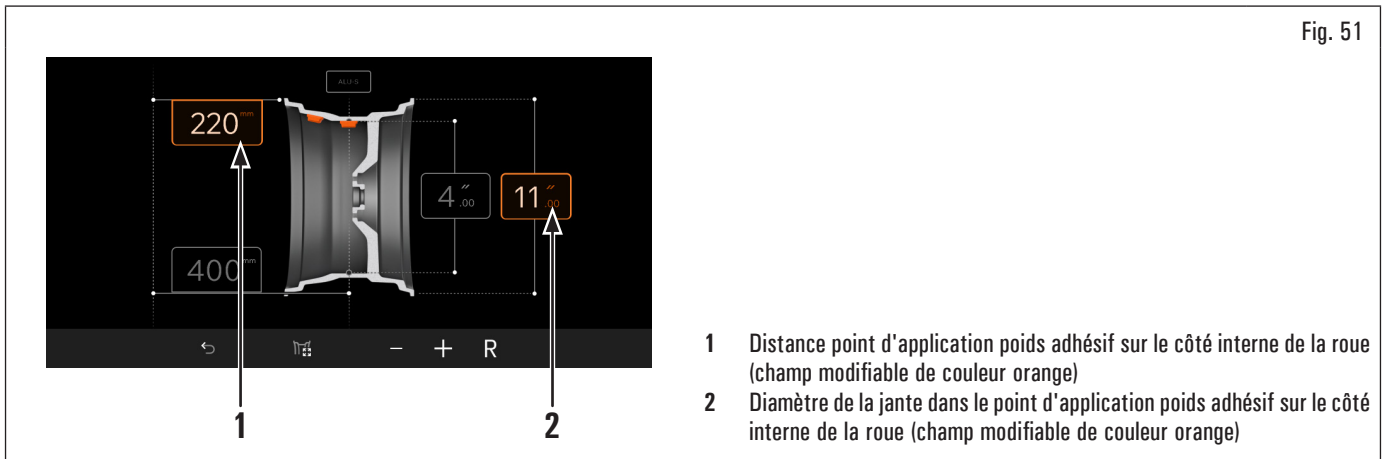

Fig. 51
- retourner à la fenêtre(Fig. 49 ou Fig. 51) (fenêtre où sont affichées les mesures relevées par l'équipement/modifiées par l'opérateur),
De cette façon l'équipement utilise les mesures d'application poids affichées en Fig. 49 ou Fig. 51 pour toutes les roues à équilibrer.